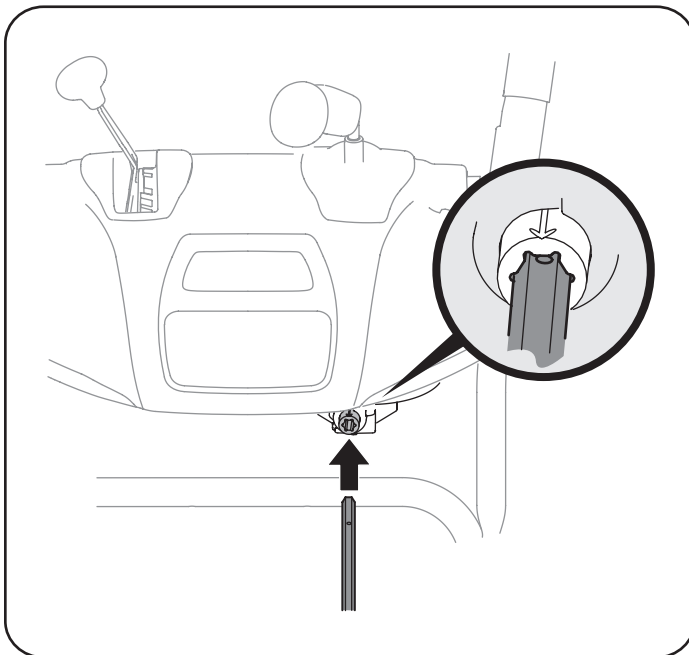

Figura 7
7. Inserte la varilla hexagonal dentro del engranaje del piñón por debajo de la palanca de control. Asegúrese de alinear el orificio en la varilla hexagonal con la flecha en el engranaje del piñón. Vea la Figura 7.